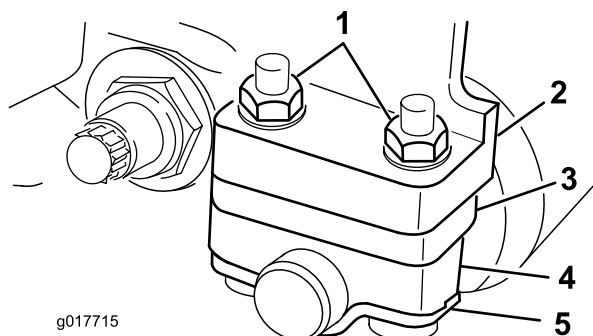

Figura 1
2. Retire as 2 porcas que prendem a retenção do rolo, rolo, espaçador e calço da flange de montagem da placa lateral esquerda ou direita (Figura 1). Remova os componentes.